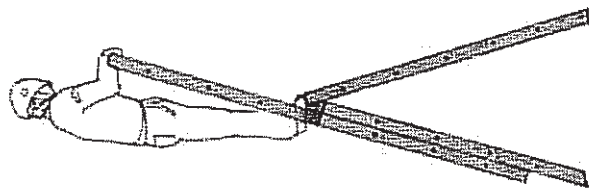

Fig. 49 - Massima altezza di salita in una scala trasformabile
- ▶ Non salire oltre il gradino in corrispondenza del vertice formato dai due tronchi di scala posti a terra (fig. 49).